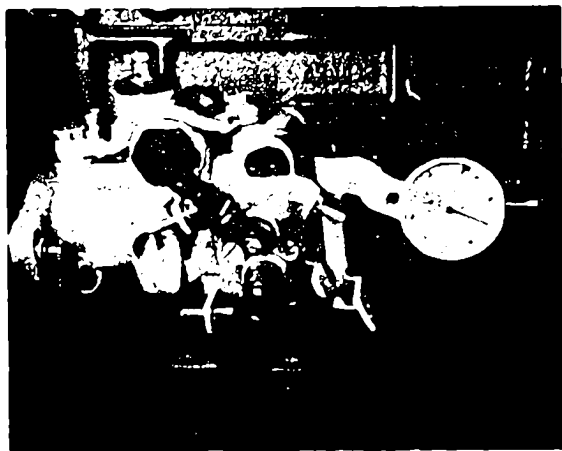

Fig. 2
1.1.3 Installation of the pump (Fig. 2)
1.1.3 Montage de la pompe (Fig. 2)
1.1.3 Montaje de la bomba (Fig. 2)